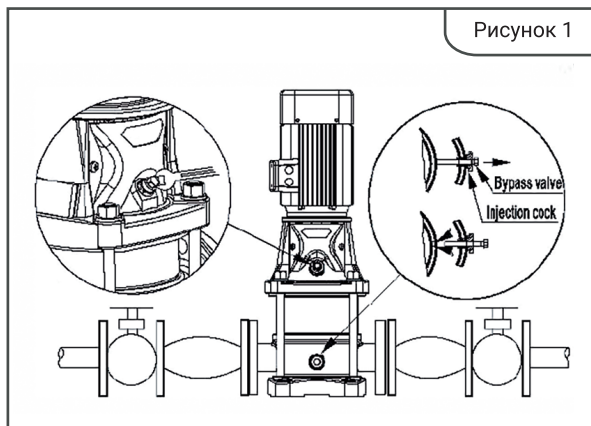

Рисунок 1
9.2. Спуск воздуха выполняется с помощью затяжки воздушного винта с использованием специального инструмента (Рисунок 1).
10.3. Если необходимо заменить сливную пробку, сначала отверните старую пробку, затем установите новую сливную пробку, после чего плотно закрепите обходной клапан (см. Рисунок 1).